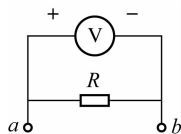

图 1-26 选择题(4)图
(4)电压表极性如图 1-26 所示。若电压表指针由左向右正偏,则()。